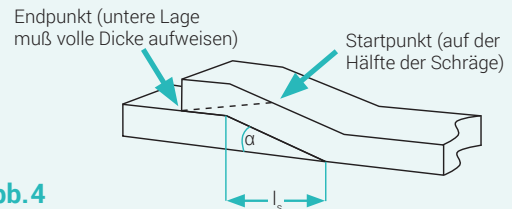

Abb. 4
- Dichtungsband über den zuvor abgeschrägten Anfang legen und etwas überlappen lassen (Abb. 4).
- Für den zweiten Schrägschnitt einen Start- und Endpunkt markieren (Abb. 4).